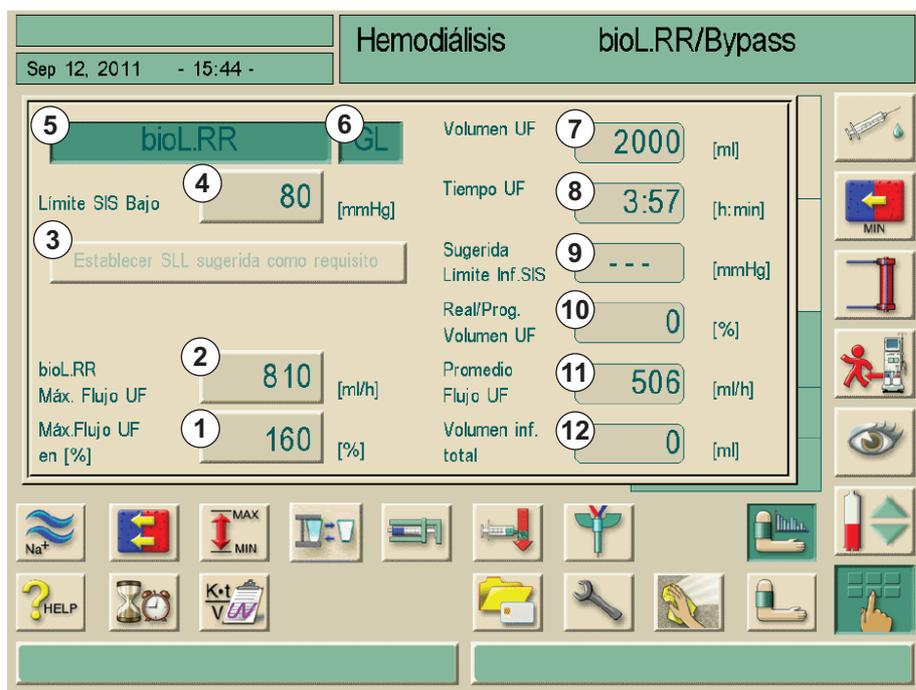

Fig. 11-11 Pantalla "Parámetros de bioLogic RR"
Pueden realizarse mediciones de presión sanguínea manuales adicionales, p. ej., durante los intervalos de tiempo más largos, y estas son tenidas en cuenta por el algoritmo. Si la presión sistólica medida desciende hasta un valor de 1,25 x SLL (límite inferior de la presión sistólica; véase Fig. 11-11 Pantalla "Parámetros de bioLogic RR" (213), 4), el intervalo de medición de la presión sanguínea se ampliará hasta 5 minutos. Si la presión sistólica medida desciende por debajo de SLL, el flujo de UF se reduce inmediatamente hasta que la presión sanguínea aumenta por encima de este límite inferior. La opción bioLogic RR Comfort solo está disponible en combinación con la opción ABPM.
1. Pulsar en el campo de Establecer SLL sugerida. El valor mostrado en el botón 4, Fig. 11-11 Pantalla "Parámetros de bioLogic RR" (213), se acepta.
2. Pulse el botón **6**, Fig. 11-11 Pantalla "Parámetros de bioLogic RR" (213).